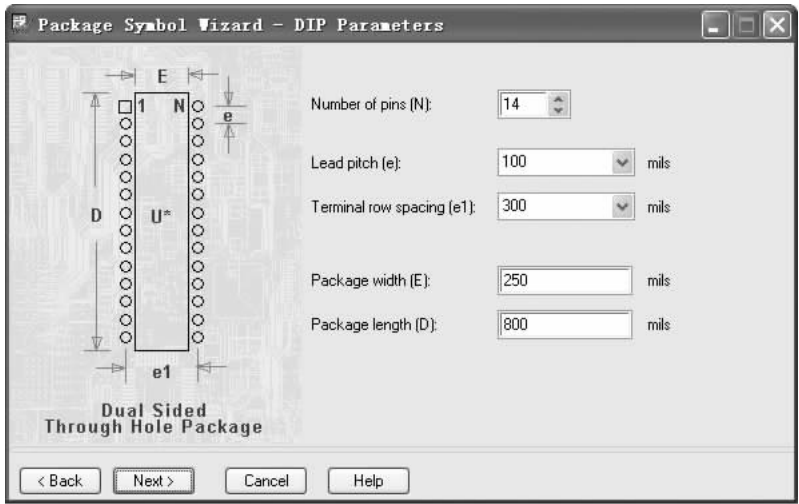

图 9-13 “Package Symbol Wizard – DIP Parameter” 对话框
4. 单击 **Next >** 按钮，弹出如图 9-13 所示 “Package Symbol Wizard – DIP Parameters” 对话框，通过设置下面的参数，定义元件封装引脚数。